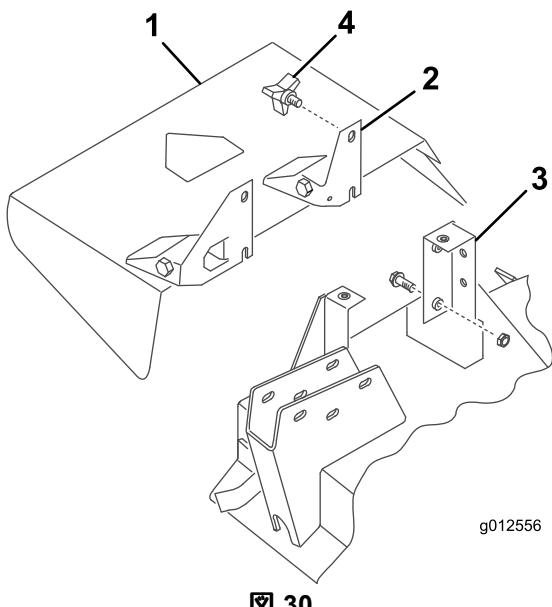

図 30
2. デフレクタのピボットブラケットの下側のスロットを、デッキのブラケットのボルトに入れる図30。